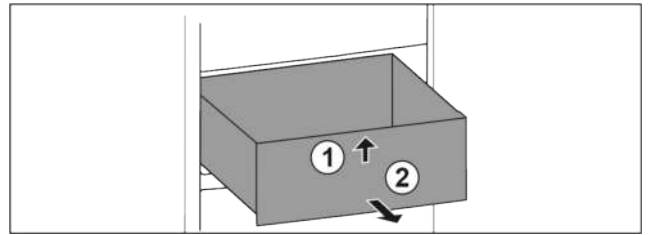

Fig. 48
▶ Schubfach vorne anheben. Fig. 48 (1)
▶ Schubfach nach vorne entnehmen. Fig. 48 (2)